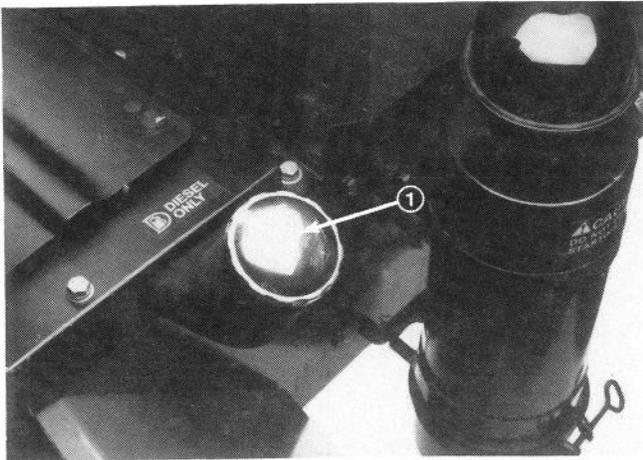

Fig. 8
2. Rimuovete il tappo del serbatoio combustibile (Fig. 8) e rabboccate fino a 25 mm dall'alto, *non nel collo del bocchettone*, con gasolio No. 2. **NON RIEMPITE TROPPO.**